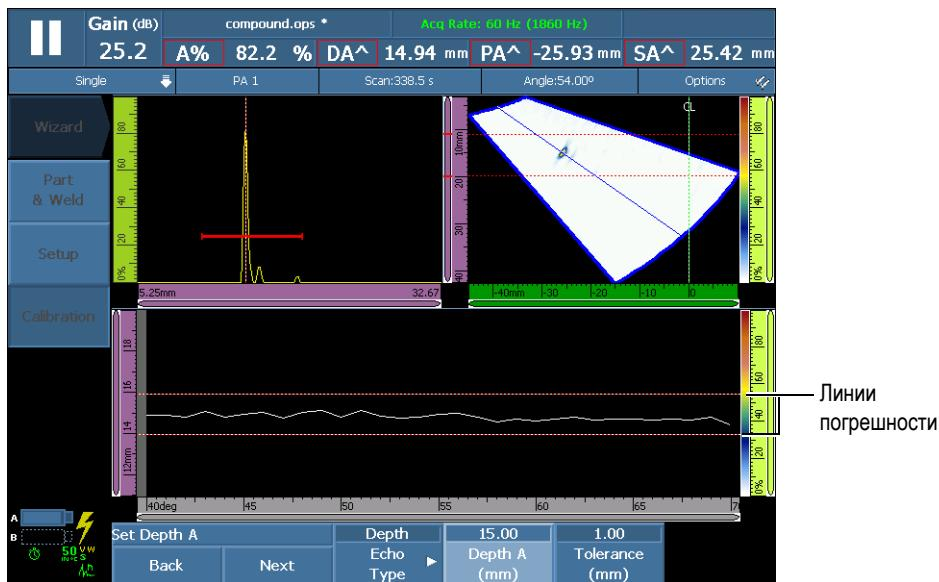

Рис. 5-9 Построение огибающей для калибровки задержки призмы
- a) Перемещайте ПЭП вперед-назад по калибровочному образцу над отражателем, для построения на экране огибающей (см. Рис. 5-9 на стр. 132).